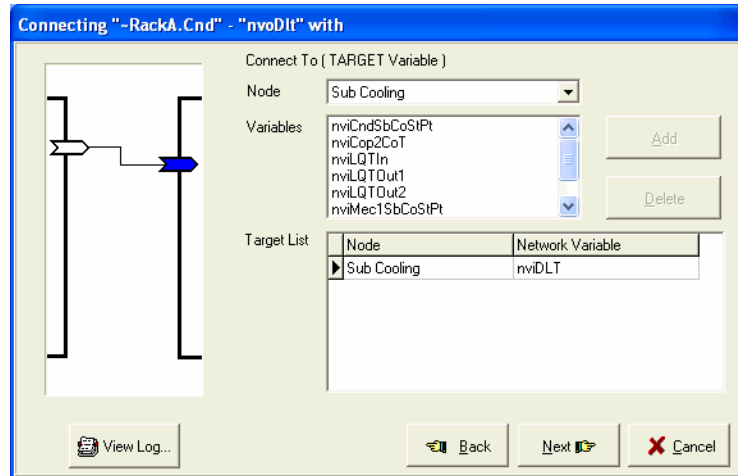

Figure 11 – Connexion vers...
- 10- La fenêtre qui s'ouvre (Figure 11) vous permet de choisir la variable d'entrée à laquelle vous désirez connecter la variable **nvoDlt**. Choisir le nœud Sous-Refroidissement (ici **SubCooling**) dans la liste déroulante.